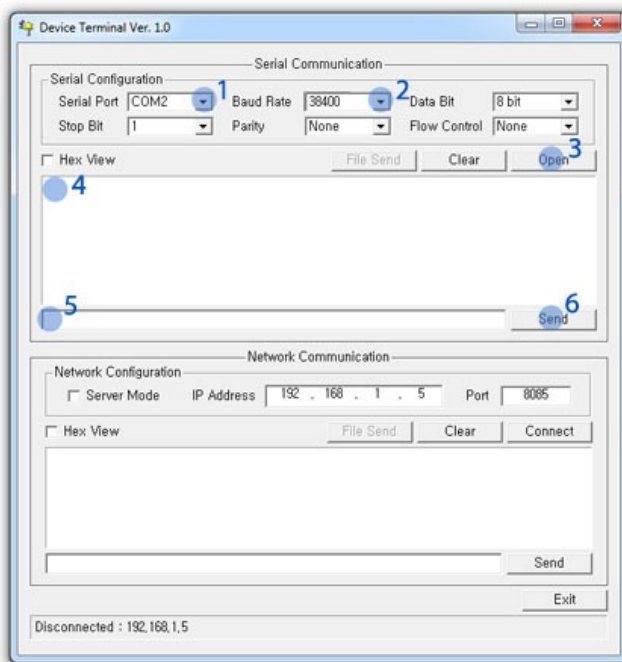

Рис. 2
Запустите программу «Device Terminal» (рис. 2). В списке «Serial Port» укажите соответствующий порт (1), к которому подсоединен Ардуино. Выберите в списке «Baud Rate» скорость обмена 38400 (2). И далее нажмите кнопку «Open» (3).